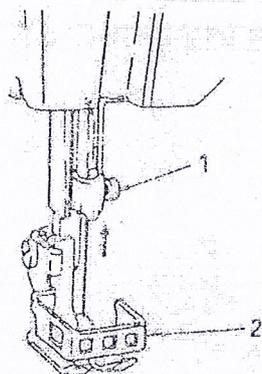

Fig.4.
Retirer la prise d'alimentation Ne pas travailler sans protège doigt (2) (Voir figure 4) Danger de blessure